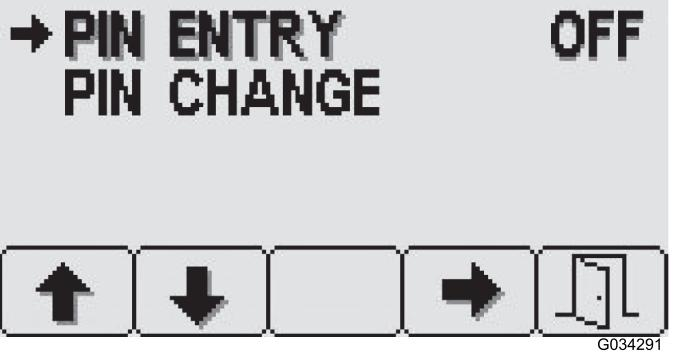

Figura 31
3. Desde la pantalla de Ajustes de PIN, pulse el botón 4 para seleccionar Ingreso de PIN y ACTIVAR o DESACTIVAR la opción de PIN (Figura 31).